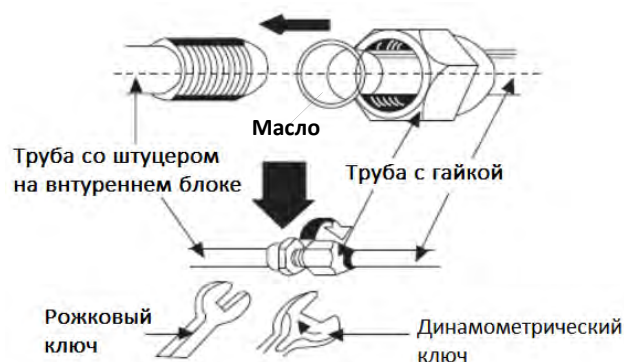

Рис.2.15
1. Нанести на внутреннюю поверхность раструба тонкий слой холодильного масла, используемого в системе (рис.2.15)